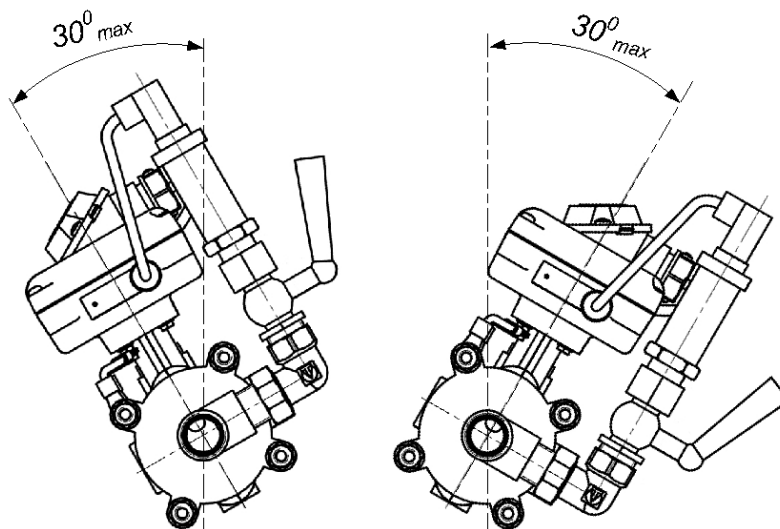

Рис.2. Расположение измерительного блока ПР при монтаже ТИ.
2.2.2. При монтаже ТИ в горизонтальный или наклонный трубопровод преобразователь расхода следует располагать измерительным блоком вверх (рис.2). Угол отклонения оси стойки ИБ от вертикальной плоскости, проходящий через ось трубопровода, не должен превышать 30° .